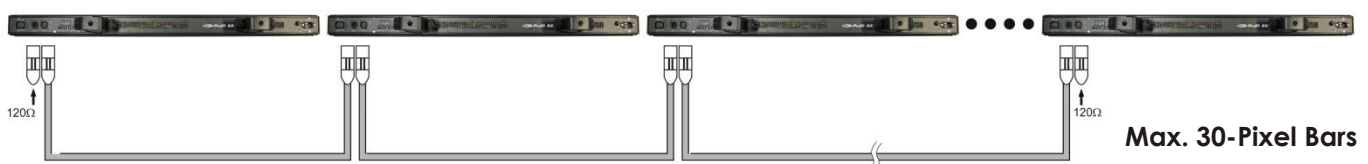

Abb. 3
3. Verbinden Sie die Einheit wie in (Abb. 3) gezeigt, schließen Sie ein DMX-Signalkabel von der DMX "Out"-Buchse des ersten Gerätes an die "In"-Buchse des zweiten Gerätes an. Wiederholen Sie diesen Vorgang, um auch das zweite, dritte und vierte Gerät anzuschließen.